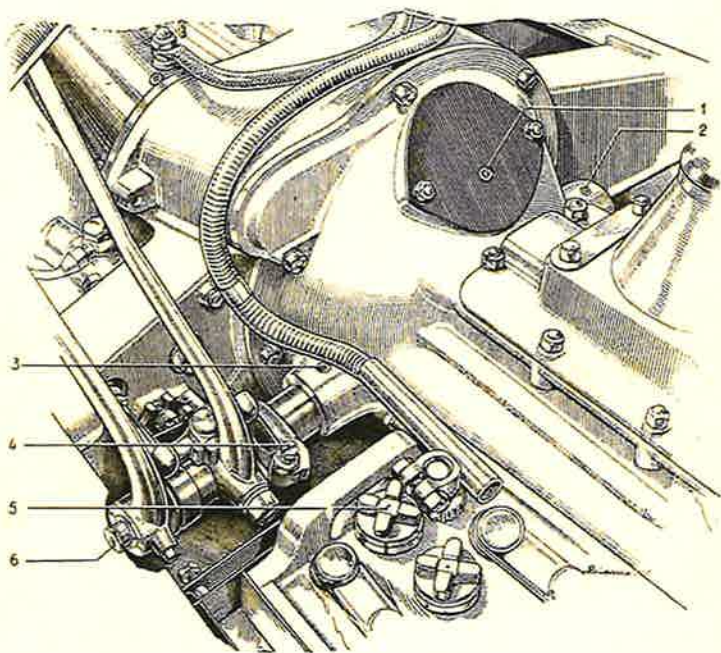

Fig. 12. - Revisione degli organi del grembiale.
26. Organi nel grembiale (fig. 12). — Togliere il pavimento e la parte inferiore della pedana anteriore, pulire con petrolio l'interno del grembiale e le superfici esterne dei vari organi in esso racchiusi, pennellare con olio extradenso tutte le articolazioni accessibili.